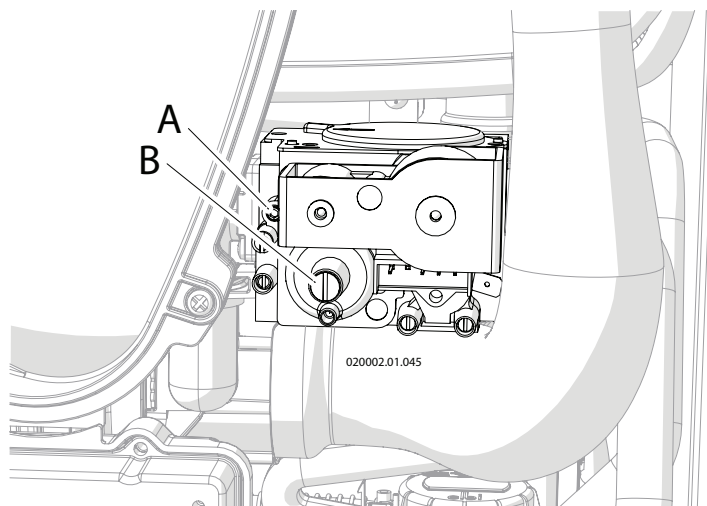

Figura 6-12 - Etichette attestanti il nuovo stato di regolazione dell'apparecchio
- Ruotare in senso orario la vite "A" (Figura 6-12) per diminuire il tenore di CO₂;
- Ruotare in senso antiorario la vite "A" (Figura 6-12) per aumentare il tenore di CO₂;
- 10.- una volta terminato il controllo sigillare con vernice rossa o sistema equivalente la vite "A" (Figura 6-12);
- Ruotare in senso antiorario la vite "B" (Figura 6-12) per diminuire il tenore di CO₂;
- Ruotare in senso orario la vite "B" (Figura 6-12) per aumentare il tenore di CO₂;
- 17.- una volta terminato il controllo, sigillare con vernice rossa o sistema equivalente la vite "B" (Figura 6-12);